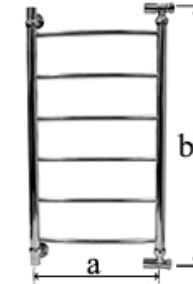

Рис.1
1.2. Полотенцесушитель, внешний вид которого показан на Рис.1, устанавливается в систему централизованного или местного горячего водоснабжения или отопления.